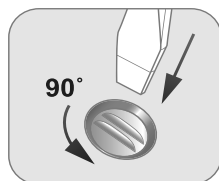

Рис. 8
- Снимите крышку с водоочистителя, предварительно повернув три фиксатора против часовой стрелки на 90° (рис. 8).